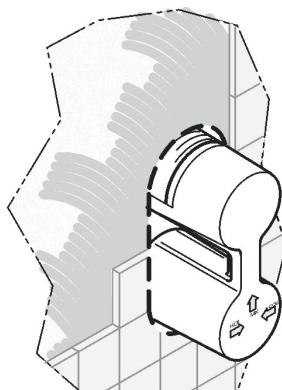

Fig. 5
- Eseguire il rivestimento. (Fig 5)
- Clad the walls (Fig.5).
- Verputzen (Abb. 5).
- Réaliser le revêtement. (Fig 5)
- Realice el revestimiento. (Fig.5)